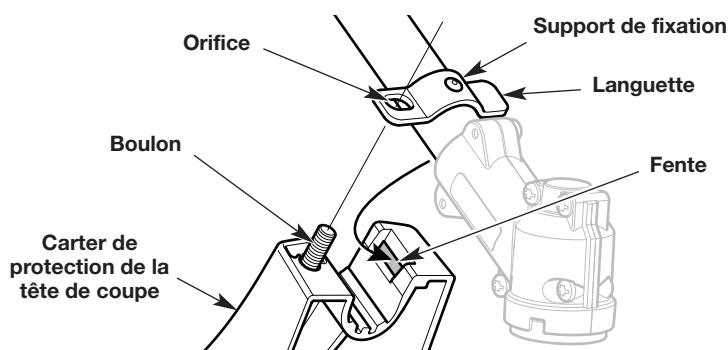

Fig. 3
2. Insérez la patte courte (celle sans orifice) du support de fixation dans l'encoche du carter de protection (Fig. 3).
3. Faites tourner le bouclier de la tête de coupe jusqu'à ce que les boulons du support de fixation dépassent des orifices du support de fixation (Fig. 3).